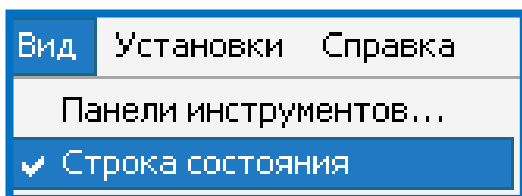

Рисунок 2 - Настройка команд меню Вид
2. В меню **Вид** настраиваем три панели инструментов: **Стандартная, Вид, Операции**. Включаем строку состояния (Рис.2,3).